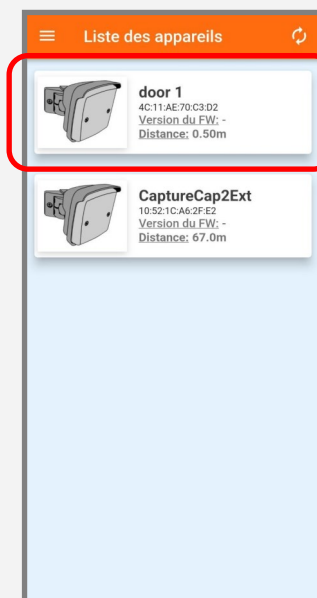

Fig 1
- 1) Après avoir ouvert l'application, sélectionnez l'appareil dans la liste. Fig 1.